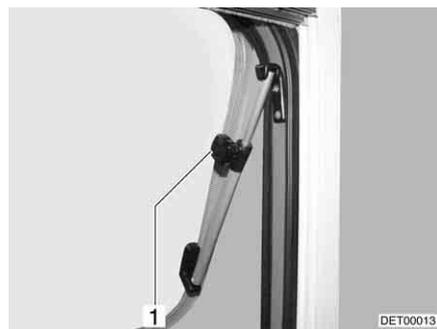

Bild 55 Ausstellfenster mit Dreh-Aussteller
- Das Ausstellfenster bis zur gewünschten Stellung öffnen und mit Rändelknopf (Bild 55,1) feststellen.
- Rändelknopf (Bild 55,1) drehen, bis die Arretierung freigegeben wird.